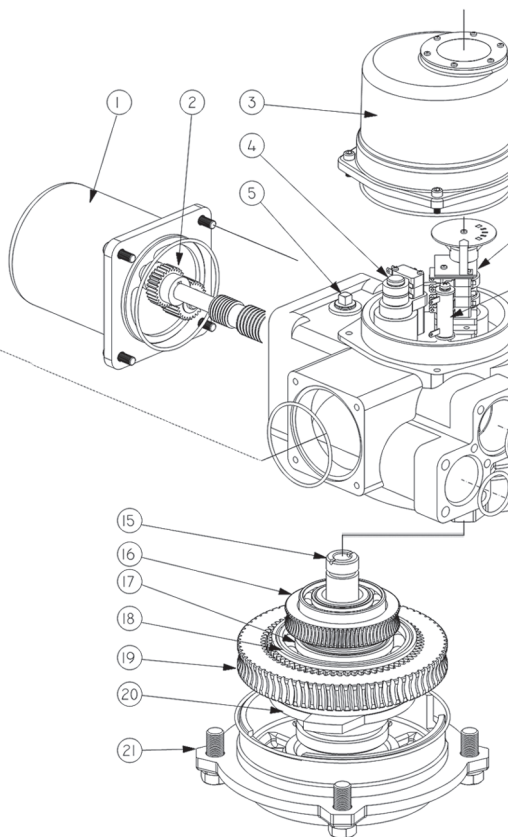
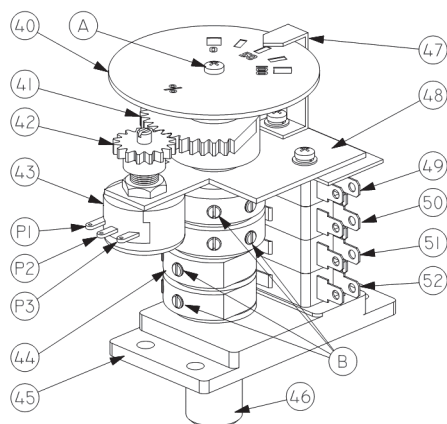
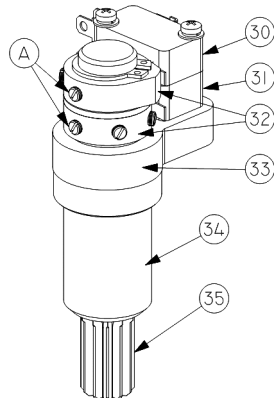

Рис.1 Электропривод ГЗ-ОФ
Рис. 2 Индикатор положения затвора арматуры
Рис.3 Двухсторонняя муфта ограничения крутящего момента
Электропривод состоит из следующих узлов и деталей (рис.1): электродвигателя (1); силового редуктора, в состав которого входит: червячный редуктор (11, 16), червячный редуктор маховика ручного дублера (13,19) и планетарная передача (18); двухсторонней муфты ограничения крутящего момента (моментной муфты) (4); ограничителя хода выходного вала (6); индикатора положения затвора арматуры (40, 47) (рис.2); выходного вала (15); механических упоров открытия и закрытия (9,10); клеммной колодки контактных соединений (23) и корпусных деталей.
Вращение электродвигателя (1) через прямозубую цилиндрическую шестерню (2) передается на червячный редуктор (11, 16), который соединен через планетарную передачу (18) с муфтой сцепления (20). Вращение муфты сцепления обеспечивает вращательное движение выходного вала (15). Выходной вал электропривода механически связан с индикатором положения затвора арматуры (40, 47) (рис.2) и ограничителем хода
Ограничитель хода выходного вала (6) механически связан с выходным валом (15). При достижении ограничителем хода выходного вала заданных параметров микровыключатели (49,50,51,52) (рис.2) отключают электропитание электродвигателя.
Индикатор положения затвора арматуры (40,47) (рис. 2) механически связан с валом ограничителя хода выходного вала. После надлежащей настройки указания индикатора соответствуют определенным положениям затвора арматуры независимо от режима работы электропривода – ручного или электрического.
При достижении предварительно установленной величины крутящего момента в положении ЗАКРЫТО или ОТКРЫТО, либо в случае аварийного заклинивания штока затвора арматуры в промежуточном положении, выходной вал (15) (рис.1) с червячным колесом (16) останавливается, а червяк (11), ввинчиваясь в венец червячного колеса (16), вследствие продолжающегося вращения ротора электродвигателя, начинает перемещаться в осевом направлении, сжимая тарельчатые пружины (12). Величина сжатия тарельчатых пружин определена настроенным крутящим моментом моментной муфты. Поступательное движение червяка (11) приводит к вращению вала моментной муфты (34) (рис.3). Кулачки (32), расположенные на валу моментной муфты, нажимают кнопки муфтовых микровыключателей (30, 31), размыкая цепь управления питанием электродвигателя электропривода.
2.6 МЕХАНИЧЕСКИЕ УПОРЫ (рис. 1)
Для управления электроприводом ГЗ-ОФ применяется электрическая схема, приведенная на рис.3. При достижении затвором арматуры конечных положений ОТКРЫТО или ЗАКРЫТО, срабатывают концевые микровыключатели 1КВ3 или 1КВ0, отключая питание электродвигателя электропривода. При превышении установленного крутящего момента при открытии или закрытии затвора арматуры, срабатывают муфтовые микровыключатели 1ВМ3 и 1ВМ0, отключая питание электродвигателя электропривода. Муфтовые микровыключатели 1ВМ3 и 1ВМ0 после срабатывания возвращаются в первоначальное положение при вращении вала в обратную сторону.
Снять крышку корпуса клеммных колодок контактных соединений (22) (рис.1). Подключить электропривод согласно схеме (рис.3). Закрывать крышку корпуса клеммных колодок. При помощи маховика перевести затвор арматуры в среднее положение. Далее проверить направление движения затвора арматуры при работе от электродвигателя на открытие и закрытие: диск индикатора положения затвора арматуры (40) (рис. 2) должен вращаться в сторону закрытия (открытия). Пуск осуществлять